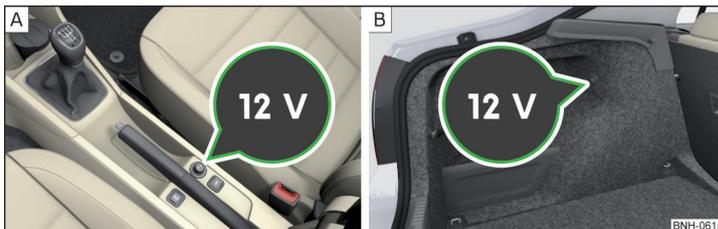

Fig. 92 Cubierta del enchufe de 12 voltios: en la consola delantera / en el maletero
- Para el uso, retirar la tapa del enchufe » fig. 92 - [A] o abrir la tapa del enchufe » fig. 92 - [B].